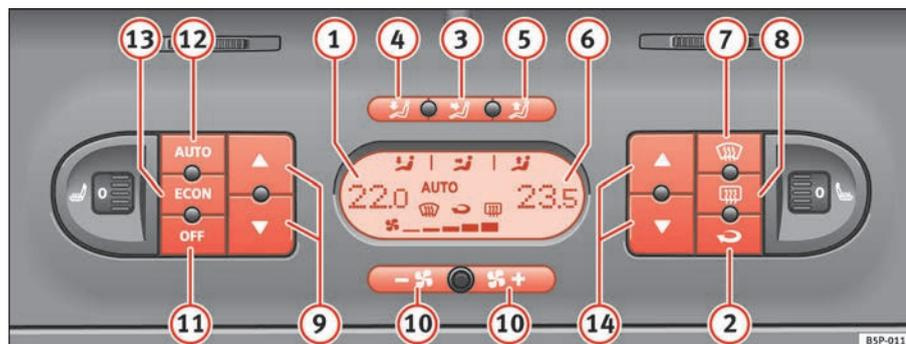

Fig. 130 Comandos do Climatic 2C no painel de instrumentos
- Prima as teclas de regulação da temperatura ⇒ página 161, fig. 130 **9** ou **14** para ajustar a temperatura do lado esquerdo e direito, respectivamente.
- Prima o botão  ⇒ página 161, fig. 130. Surge «AUTO» no visor.